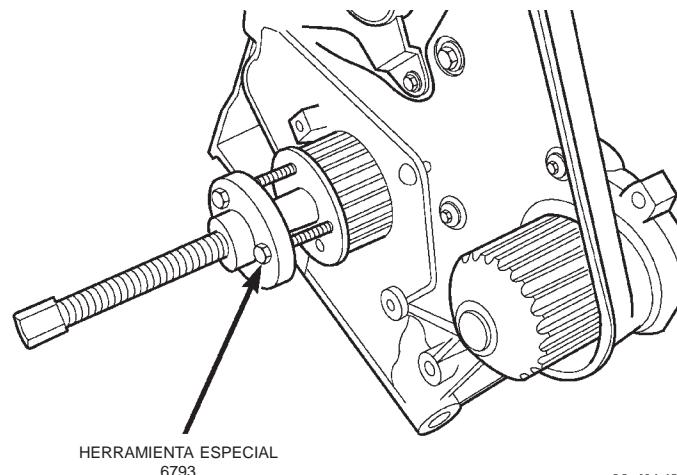

Fig. 82 Rueda dentada del cigüeñal—Desmontaje
- (1) Desconecte el cable negativo de la batería.
- (2) Retire la correa de distribución. Consulte Sistema de la correa de distribución, en esta sección.
- (3) Retire el colector de aceite. Consulte Desmontaje del colector de aceite en esta sección.
- (4) Retire la rueda dentada del cigüeñal con la Herramienta especial 6793 y el encastre C4685-C2 (Fig. 82).